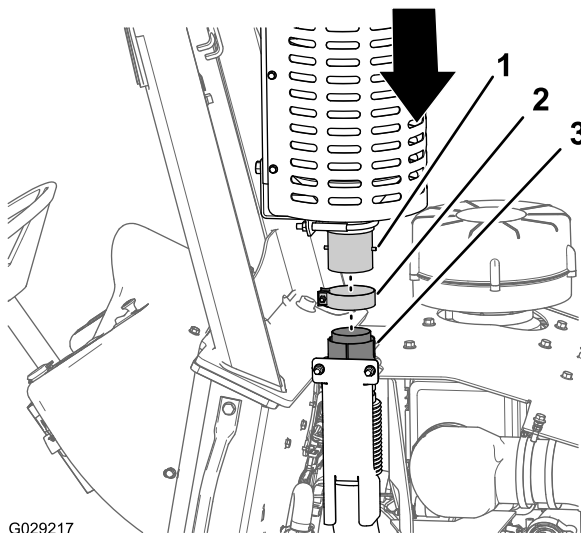
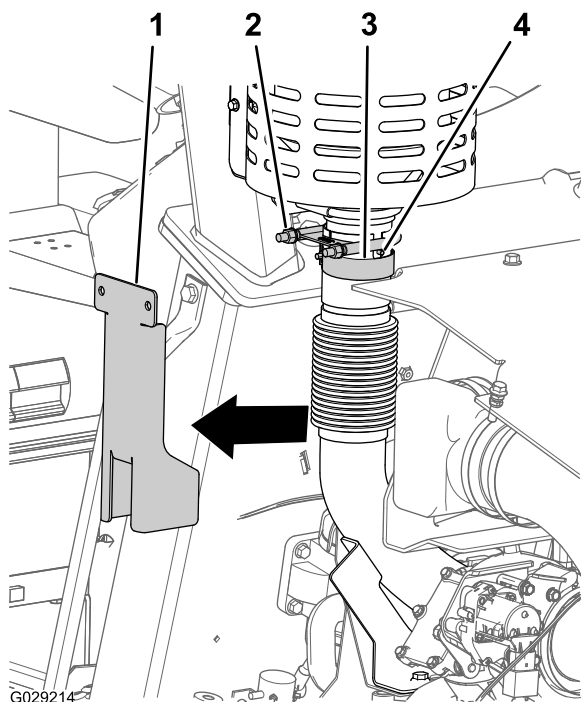

Figura 16
Figura 18
2. Alinhe o tubo de entrada do silencioso com o tubo de escape do turbocompressor (Figura 16).
3. Introduza o tubo de entrada no tubo de escapamento até encaixar-se perfeitamente (Figura 16)
1. Remova os 2 parafusos flangeados de fixação da abraçadeira guilhotina, do gabarito de alinhamento do fole e do tubo de escape do turbocompressor, e remova o gabarito (Figura 18).
2. Instale a abraçadeira "U" logo abaixo do pino de alinhamento do tubo de entrada do silencioso (Figura 16 e Figura 18).
3. Instale a abraçadeira tipo guilhotina entre o pino de alinhamento e a extremidade do tubo de escape do turbocompressor (Figura 18).